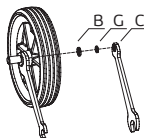

Рис. 4.
- Установить шайбы (2 шт. — В и G) на ось колеса и, фиксируя ось ключом (K) стороной S17, закручиваем гайку (C) вторым ключом (K) стороной S10, как показано на рис. 4.